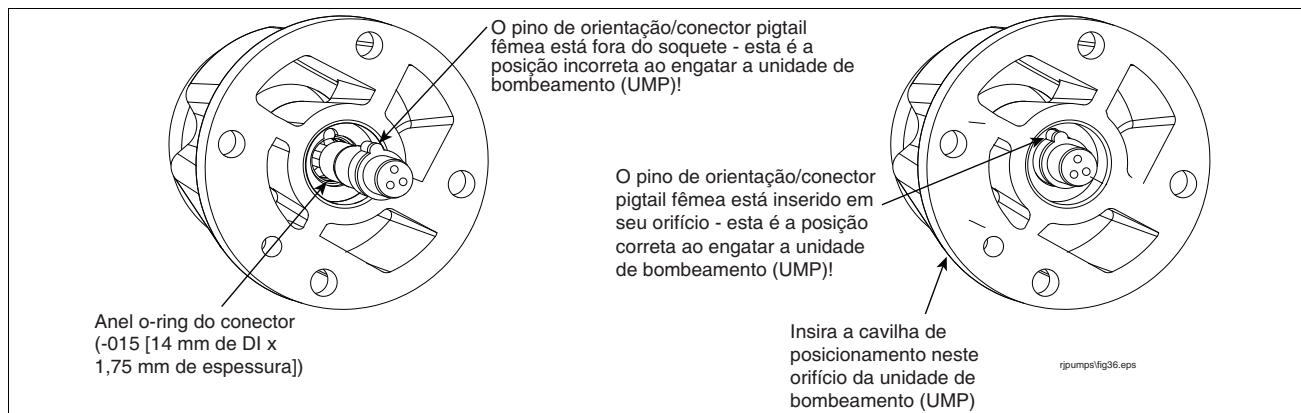

Figura 31. Verificação de que o conector pigtail fêmea está posicionado corretamente
- Puxe o conector pigtail no bocal de descarga suficientemente para fora de forma que o anel o-ring na lateral interna do soquete fique visível (ver Figura 31). Retire o anel o-ring do conector de dentro do soquete e jogue-o fora. Pegue no kit um anel o-ring de 14 mm de DI x 1,7 mm de espessura no kit e lubrifique-o com lubrificante de petrolato. Passe o novo anel o-ring por cima do conector pigtail e empurre-o para dentro do sulco na parede do soquete do conector. Lubrifique o corpo do conector pigtail com petrolato e empurre-o novamente para dentro do soquete, assegurando-se de que seu pino de orientação esteja no orifício próprio.
- Alinhe a cavilha de posicionamento de forma que ela se encaixe no orifício adequado no bocal de descarga (ver Figura 31) e encaixe manualmente a unidade de bombeamento (UMP) usando apenas sua força. A unidade de bombeamento (UMP) deve estar firmemente encaixada no bocal de descarga antes da instalação dos parafusos.